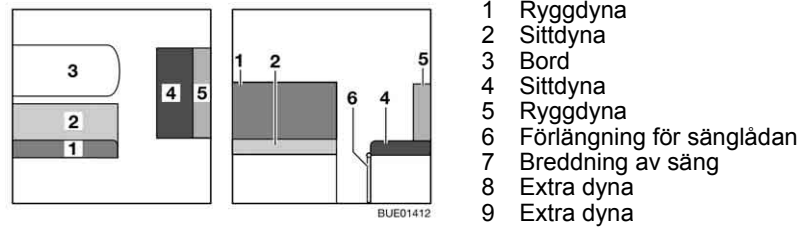

Bild 120 Före ombyggnaden
- Bygg om bordet (Bild 120,3) till sängbotten (se avsnitt 6.12).
- Fäll ut sänglådornas förlängning (Bild 120,6).
- Tag bort ryggdynan (Bild 120,1) och lägg den åt sidan.
- Ta bort ryggdynan (Bild 120,5).